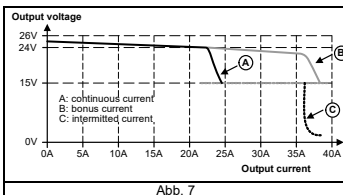

Abb. 7
- Das Gerät ist mit der Überlastcharakteristik HiccupPLUS ausgestattet. Reduziert sich die Ausgangsspannung bei starker Überlastung auf unter 15 V, schaltet das Gerät ab. Nach einer Pause von 7 s unternimmt das Gerät einen Startversuch für 1 s. Steigt hierbei die Ausgangsspannung auf über 15 V, ist das Gerät wieder aktiv. Steigt die Ausgangsspannung nicht über 15 V an, wiederholt sich der Zyklus. Wenn die Überlastung behoben wurde, arbeitet das Gerät normal (Abb. 7).